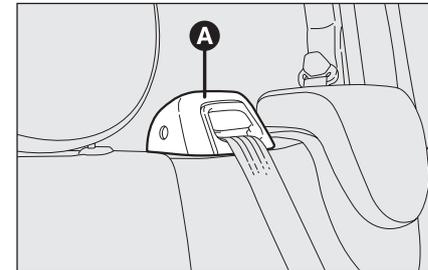

fig. 5
El cinturón de tres puntos de la plaza central individual puede tener un carrete **A**-fig. 5.
*La cinta de los cinturones no debe estar retorcida. La parte superior debe pasar sobre el hombro y atravesar diagonalmente el tórax. La parte inferior debe estar bien adherida a las caderas **fig. 5** y no al abdomen del pasajero. No utilice dispositivos (muelles, seguros, etc.) que impidan que los cinturones adhieran perfectamente al cuerpo de los pasajeros.*